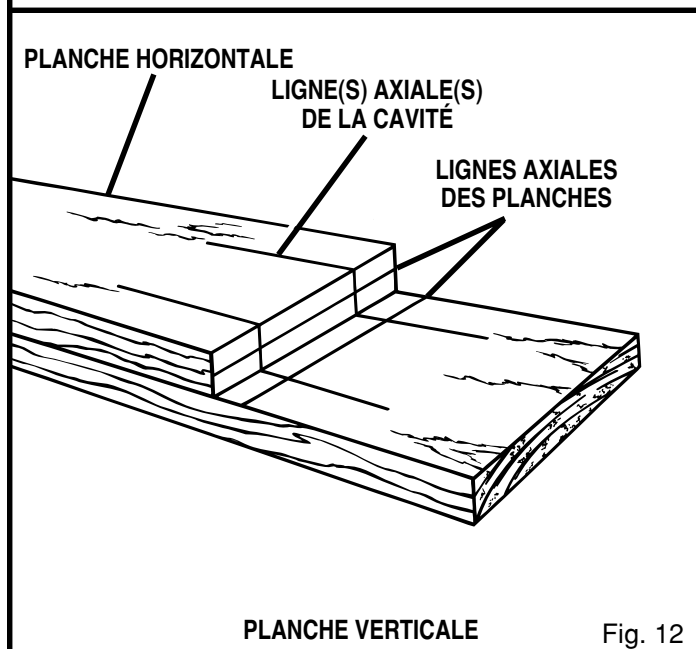

Fig. 12
2. Placez les deux pièces de bois à assembler sur un établi horizontal comme on le voit à la figure 12. La face interne de l'élément vertical doit être orientée vers le haut.